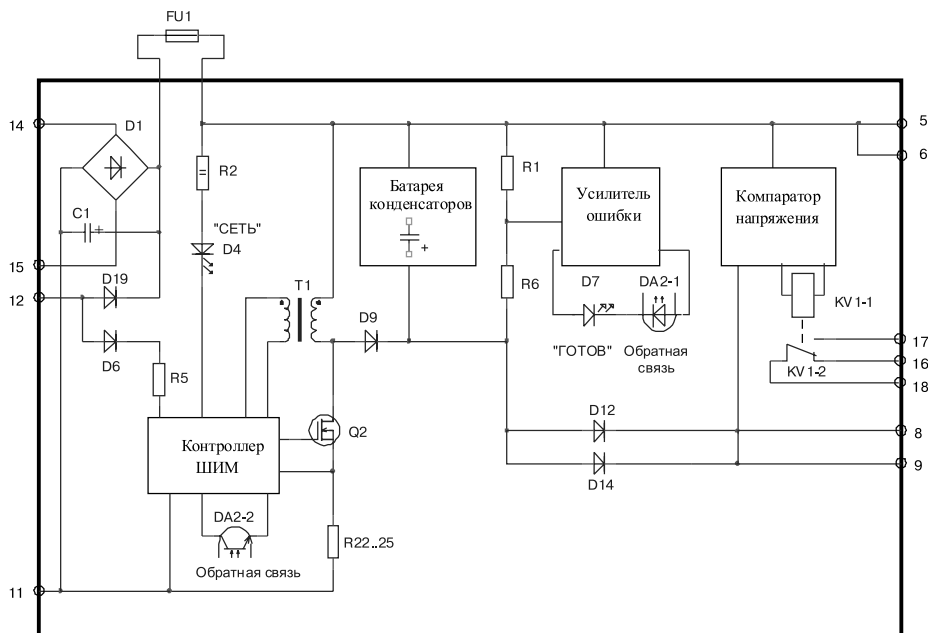

Рисунок 5. Функциональная схема БП
Рядом с разъемом располагается держатель плавкой вставки (предохранителя). Предохранитель FU1 установлен последовательно в цепи питания блока, как показано на функциональной схеме рис.5.
1.3.2 БП преобразует переменное/постоянное напряжение 220 В или постоянное 12...24 В в постоянное напряжение 230В. Принцип действия БП основан на импульсном методе преобразования напряжения. Функциональные узлы БП представлены на рис. 5.